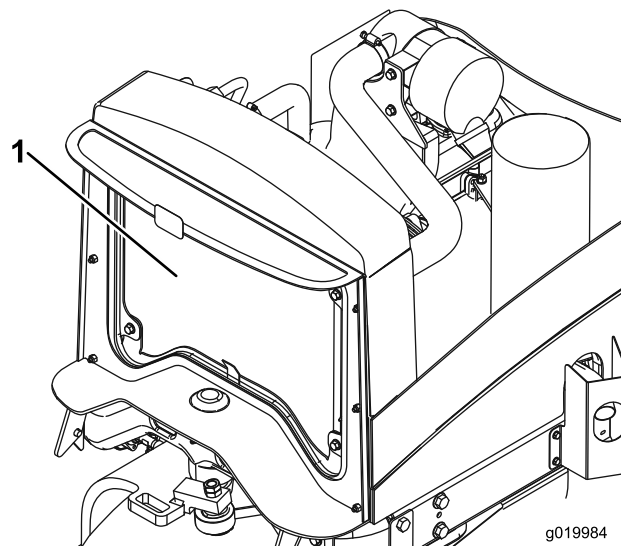

Figura 57
2. Pulite accuratamente con acqua o aria compressa entrambi i lati dell'area del radiatore/radiatore dell'olio (Figura 57).